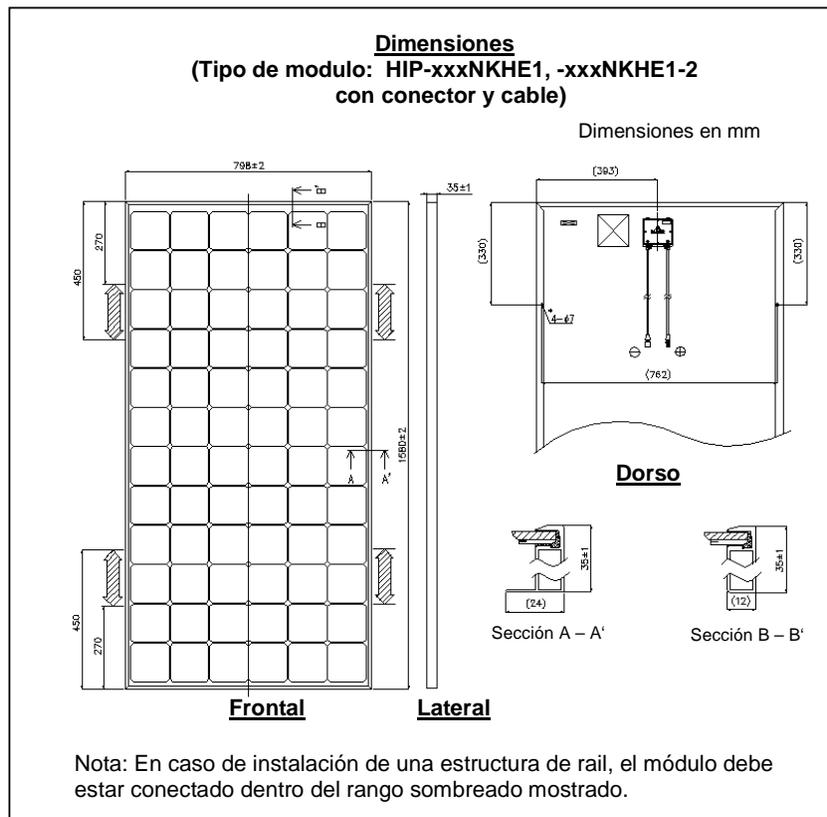

Figura 2: Dimensiones
- Los módulos deben montarse en los cuatro (4) puntos tal como se muestra en la figura 2.